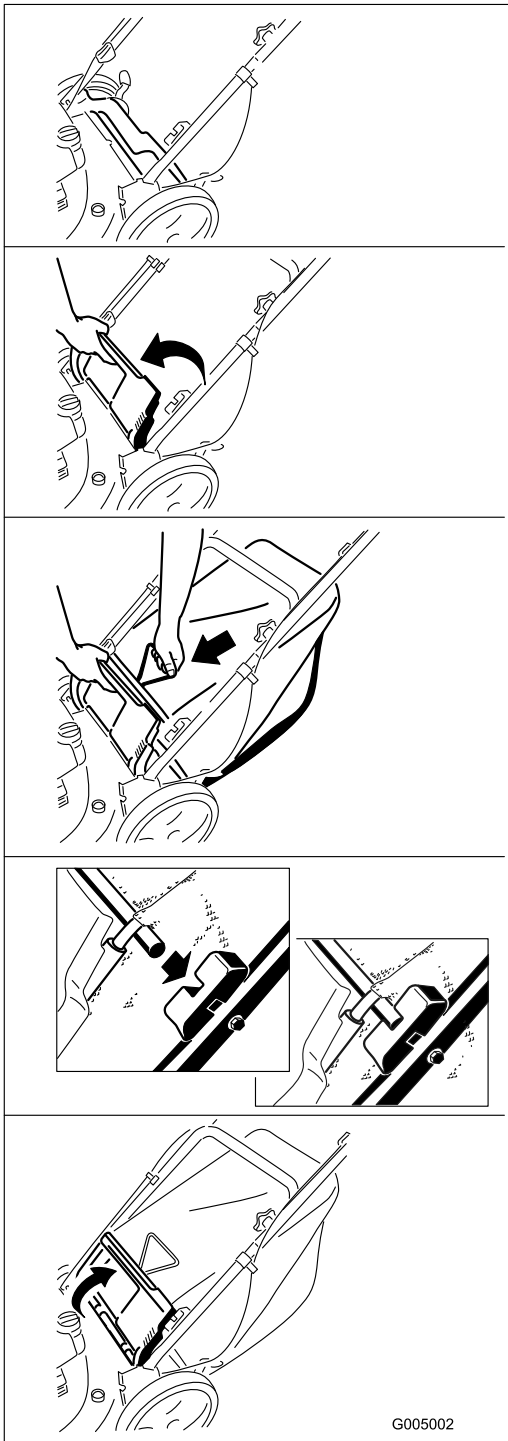

Figure 27
2. Installez le bac à herbe (Figure 27).